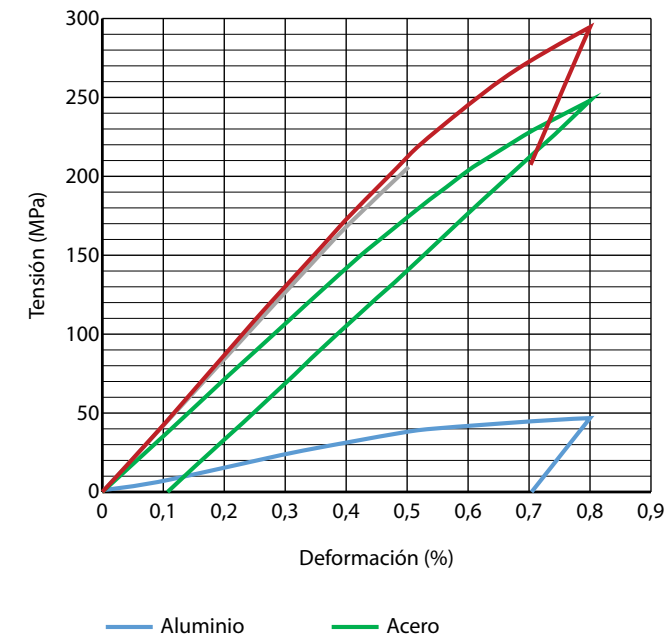

Figura 11. Curvas tensión deformación resultantes para un ACSS/TW Hen MA5
Como corolario, los ensayos tensión deformación devuelven características como la indicada en la figura 11 (construida en base a la ecuación (2)) donde se aprecian todas las cuestiones mencionadas hasta aquí. El módulo elástico y el coeficiente de dilatación lineal es independiente para el acero y el aluminio. ■